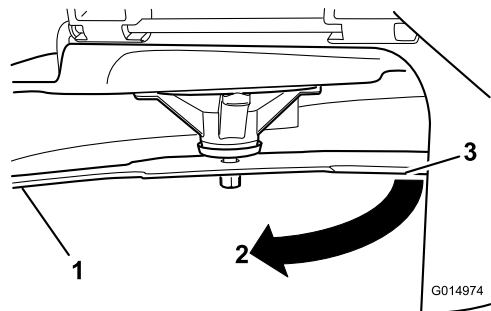

Figura 49
3. Distancia medida entre la cuchilla y la superficie (A)
4. Gire la misma cuchilla 180 grados de manera que el otro extremo esté en la misma posición (Figura 49).